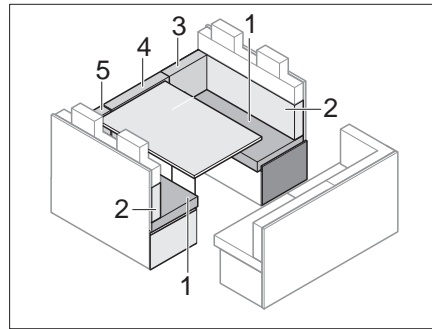

Bild 149 Vor dem Umbau
- Rückenpolster (Bild 149,3,4 und 5) entfernen und zur Seite legen.